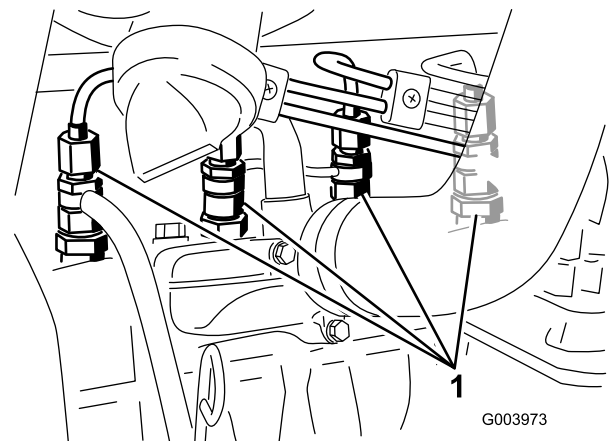

Bild 49
1. Lockern Sie den Leitungsanschluss an der ersten Düse und Halterung (Bild 49).